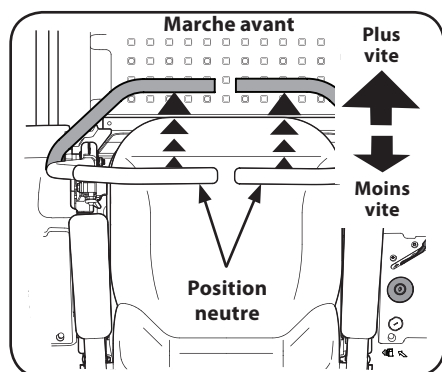

Figure 3-2
- Poussez les barres de conduite lentement et graduellement vers l'avant. L'appareil commencera à avancer. Voir Figure 3-2.